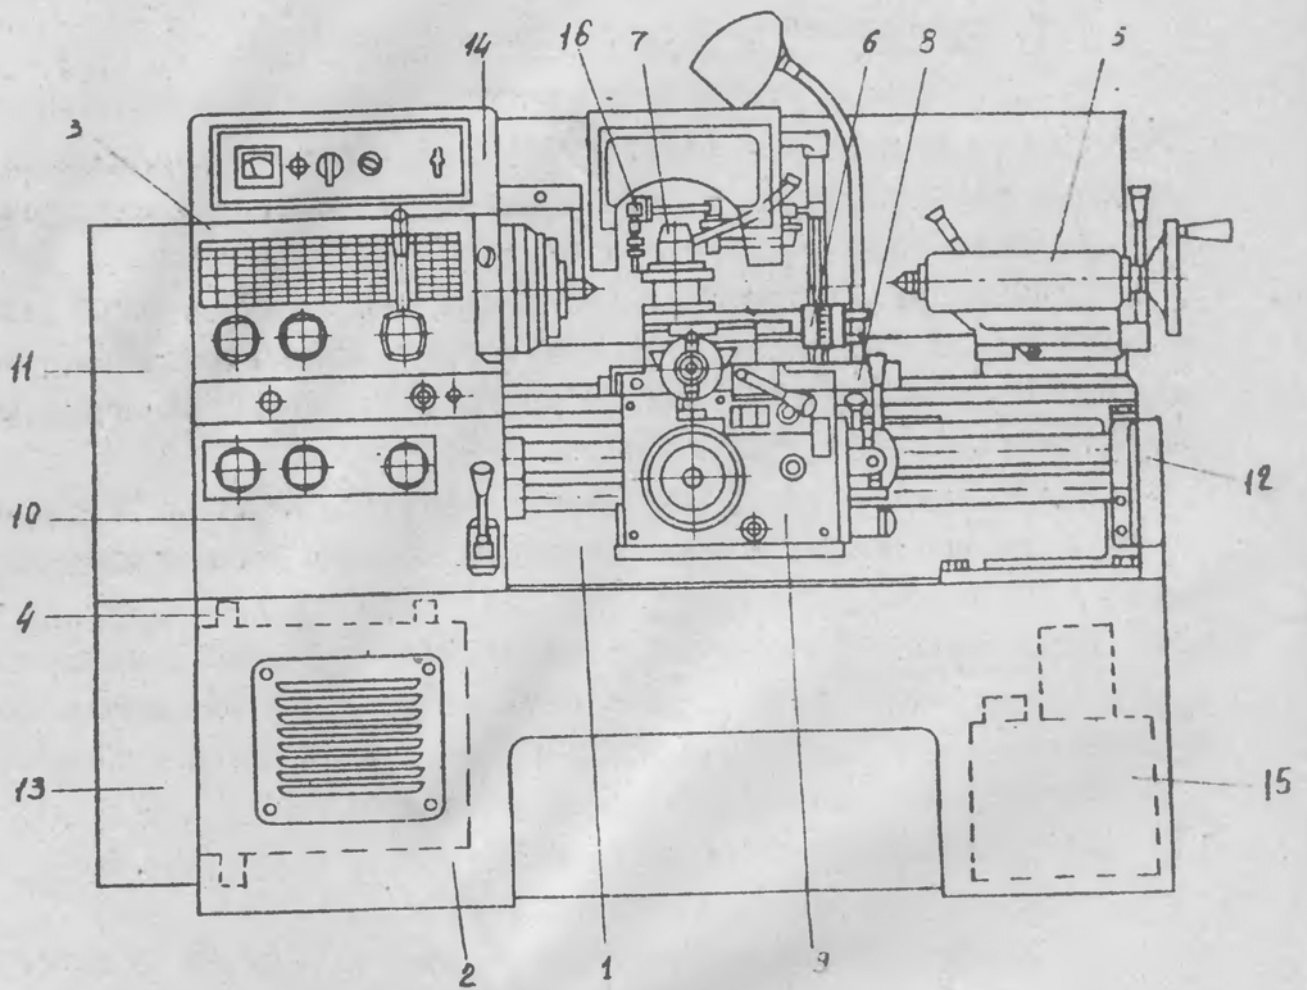

Рис.2 Расположение составных частей станка 16Е16КП
1.2.1. Общий вид с обозначением составных частей станка (рис.2).